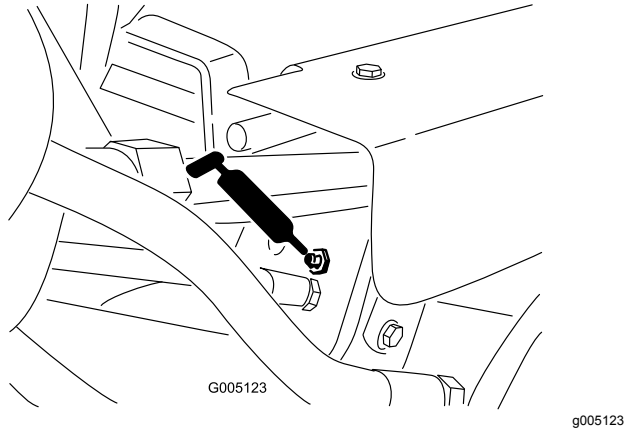

Figura 33
- Cilindros de elevación (3) (Figura 33)